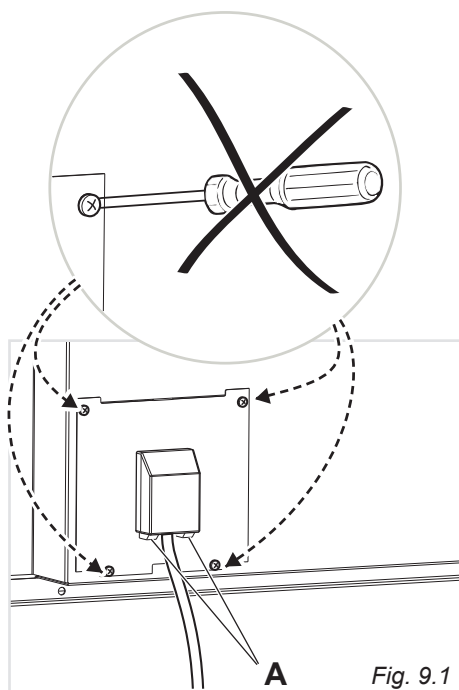

Fig. 9.1
- Sganciare il coperchio della morsettieria inserendo un cacciavite nei due agganci "A" (fig. 9.1).